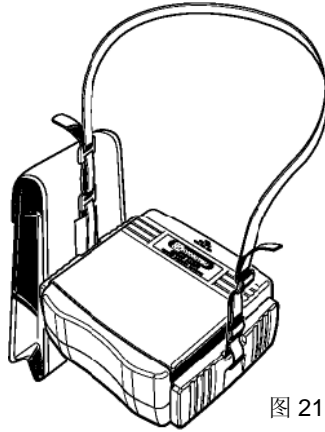

图 21
- 2) 穿上肩带的带扣，调整肩带到一个合适的长度。(图. 21)